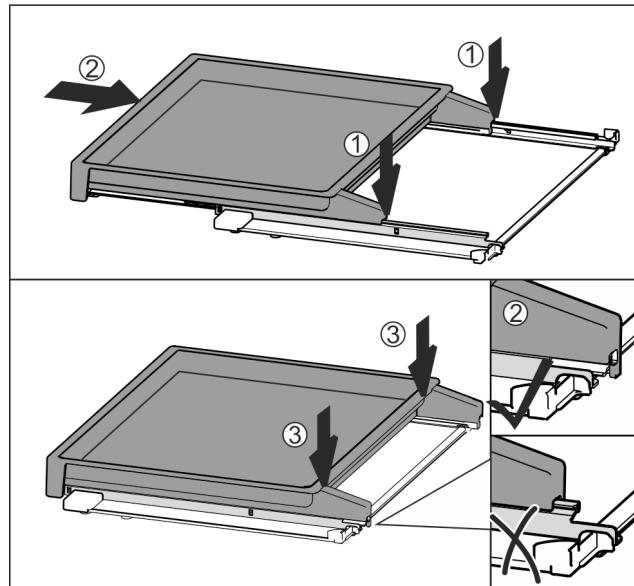

Fig. 33
- Nasadte uprostřed na kolejničky Fig. 33 (1).
- Vysouvací přihrádku zcela zasuňte Fig. 33 (2).
- Zatlačte pak na zadní straně, až slyšitelně zacvakne Fig. 33 (3).